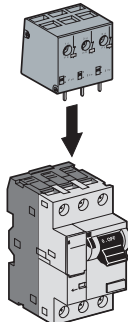

Fig. 3 - P25M individuel : un bloc limiteur individuel
Attention, la liaison L doit être de classe II. (fig.3)
- individuel (fig. 3)